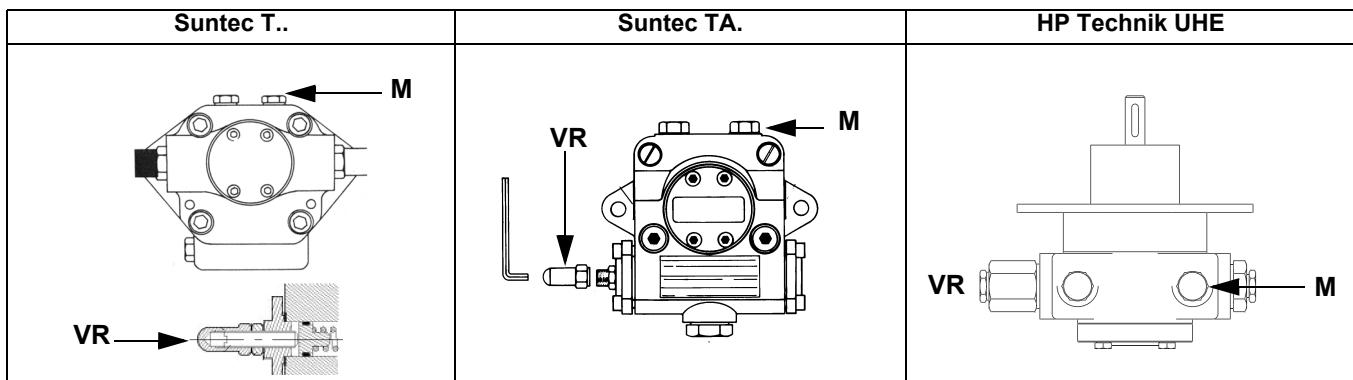

Рис. 15
- выпустить воздух со штуцера (**M**) манометра насоса (Рис. 15), расслабив слегка заглушку, но не снимая ее; затем отпустить контактор;